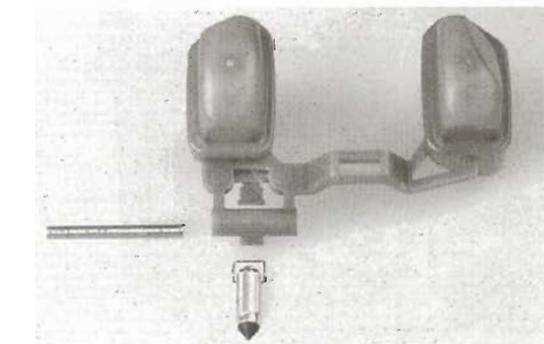

Bild 70
- Falls Pegel nicht korrekt, durch leichtes Biegen der Schwimmerventil-Blechzunge am Schwimmer (Bild 70) Pegel richtigstellen.